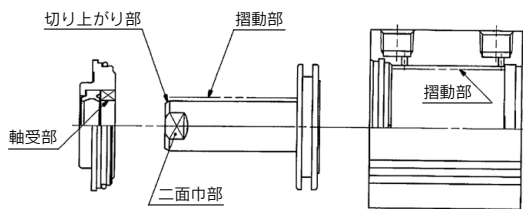

図6 グリース塗布位置
a. シリンダの各部品には図6の摺動部にグリースを塗布しますが、100ストロークのシリンダ1本につき表1の量が必要です。目安としては人差し指ですくった程度が約3(g)です。